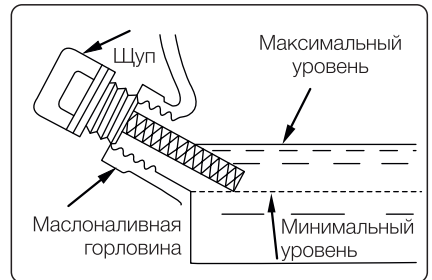

РИС.3
4. Нажмите 2-3 раза на кнопку подкачки топлива (праймер) (Рисунок 3) – только для холодного двигателя, для горячего двигателя нажимать праймер не нужно.